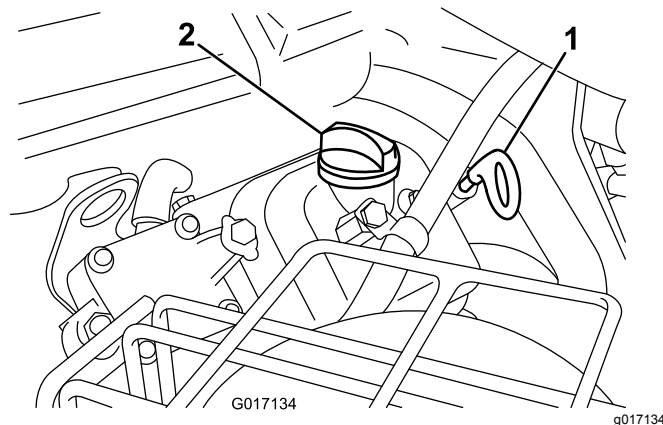

Figura 38
2. Retire la varilla y límpiela con un paño limpio. Introduzca la varilla en el tubo asegurándose de que entre a fondo (**Figura 38**).